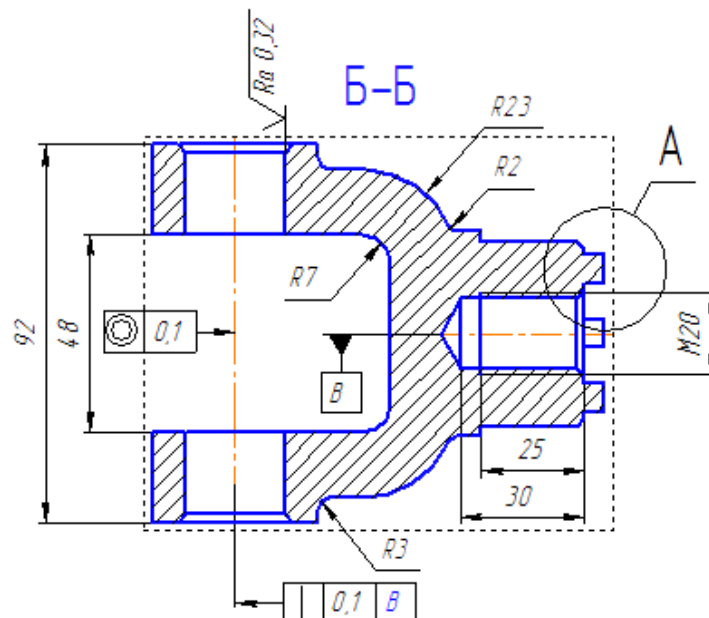

Рисунок 28.
- С помощью команд на инструментальной панели Обозначения проставьте в чертеже технологические обозначения (рис. 28).